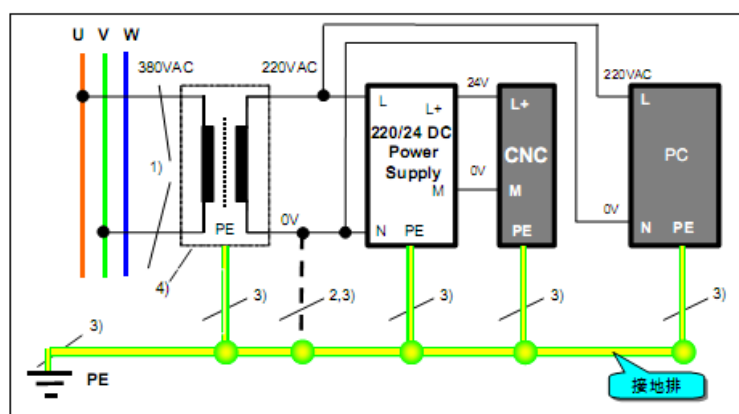

图 2-1
- 10)、现场没有良好接地的情况下，控制变压器必须为浮地设计，但此时任何与 CNC 控制器连接的外设(如 PC/PG)，其 220VAC 电源必须连接到控制变压器，参见图 2-1。
注(图 2-1)：